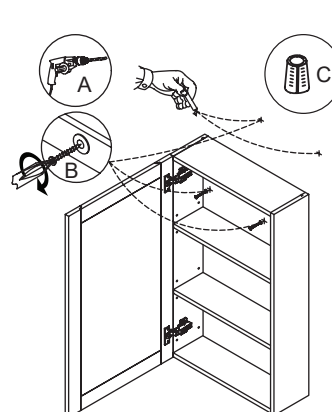

Figura 3
- 5: Fije el botiquín a la pared mediante la inserción de (x 2) tornillos de #8 x 2" (B - no incluidos) a través de un riel posterior del botiquín. Figura 3. **Nota:** Se recomienda instalar el botiquín sobre al menos un montante de pared. Para localizar los montantes de pared, puede utilizar un detector de montantes o dar golpecitos en la pared hasta encontrar un punto que suene a superficie maciza. Si no localiza ningún montante de pared, se recomienda utilizar anclas de expansión (C - no incluidas) para fijar el botiquín.